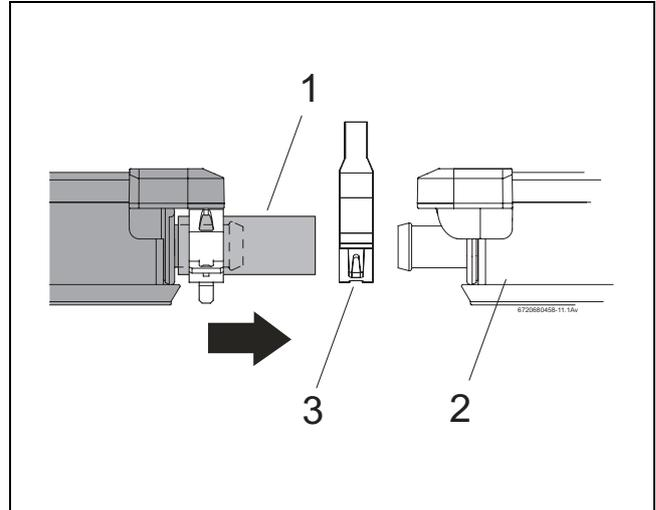

Fig. 41 Posizionamento del collettore contro il primo
- Posare sulle guide profilate il secondo collettore con il tubo solare premontato (fig. 41, [1]) e farlo scivolare dentro la sicurezza anti scivolamento.
- Inserire la seconda fascetta stringitubo (fig. 41, [3]) sopra il tubo di gomma per solare.
- Spingere il collettore contro il secondo collettore (fig. 41, [2]) in maniera tale che i suoi tubi solari pre-montati vadano a infilarsi negli attacchi di sinistra del primo collettore.